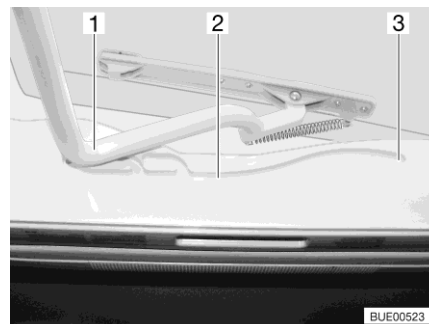

Fig. 29 Guidage (lanterneau basculant)
- Tirer l'étrier (Fig. 29,1) dans les glissières (Fig. 29,2) jusqu'à la position la plus reculée (Fig. 29,3).
- Pousser l'étrier (Fig. 29,1) légèrement vers le haut avec les deux mains.
- Tirer l'étrier dans les glissières (Fig. 29,2) jusqu'à la position souhaitée.